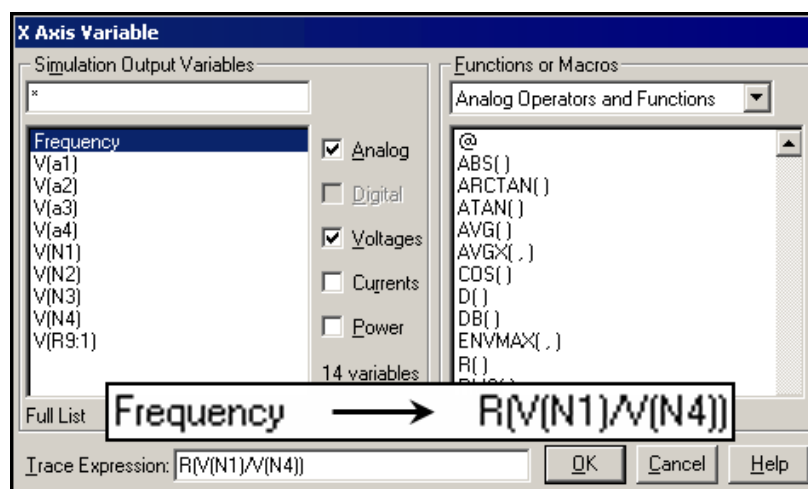

Рис. 29. Окно X Axis Variable. Изменение переменной откладываемой по оси X
- ↑ 27.а.2. В открывшемся окне **X Axis Variable** в строке **Trace Expression** изменить переменную **Frequency** на вещественную часть одного из комплексных коэффициентов передачи (для напряжений или токов, в соответствии с вариантом), пример показан на рис. 29.